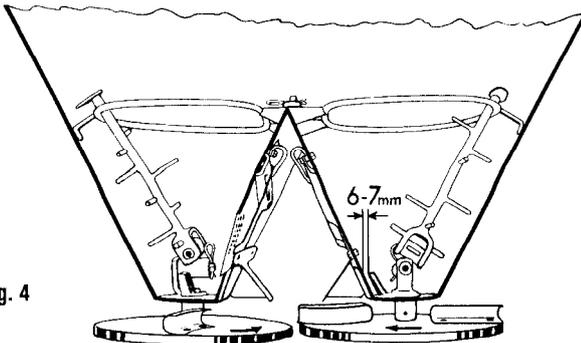

Fig. 4
**Ringrührwerk**, max. Befüllung 600 kg. Es ist **nur dann erforderlich**, wenn der **auszustreuende Dünger feucht ist oder angefeuchtet wird** und infolgedessen nicht mehr gleichmäßig auf die Streuscheiben fließt. Mit dem Ringrührwerk können auch mehrere angefeuchtete Düngersorten nach schichtweisem Einfüllen im Trichter gemischt werden. Einbau siehe Fig. 4.
12. **Regelmäßig** den **Abstand** (6-7 mm, siehe Fig. 4) zwischen **Trichterwand** und **Rührfinger überprüfen!** Rührfingerspitze eventuell nachbiegen. Zu stark verschlissene Rührköpfe auswechseln.